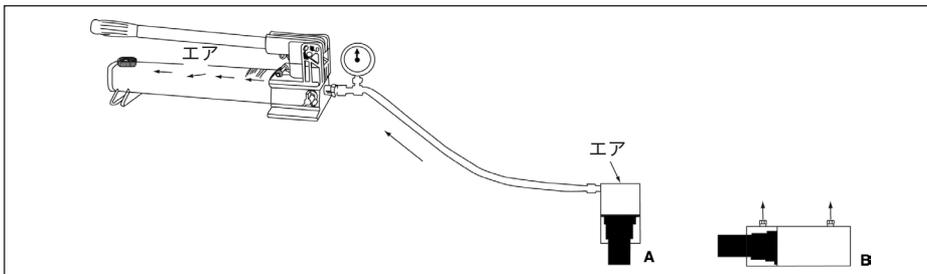

図9
油圧システムからエアを抜くことにより、シリンダの前進と格納がスムーズになります（図9参照）。
6.1 単動式シリンダ (A) のポンプ
- シリンダはプランジャ端部を下にします（プルシリンダを使用する場合は上）。下の図9を参照してください。
6.2 複動式シリンダ (B) のポンプ
- シリンダをポートを上にして水平位置にします。図9を参照してください。